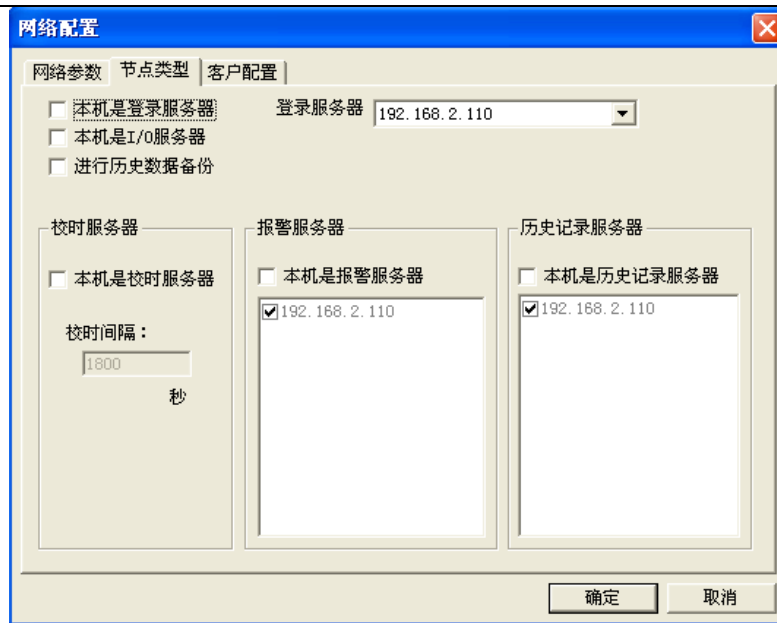

图 11-9 客户端节点类型页对话框
6、单击网络配置窗口中的“节点类型”属性页，其属性页的配置如图 11-9 所示。